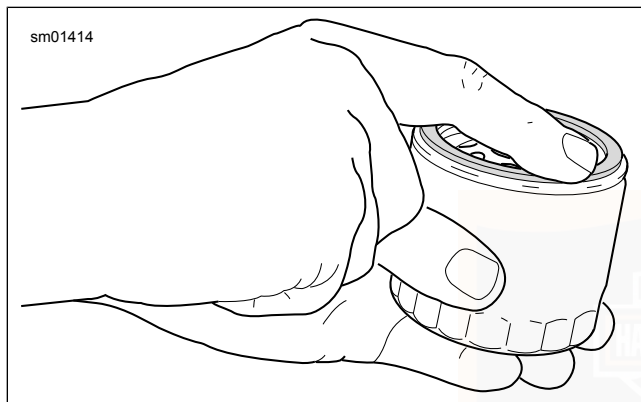

Abbildung 94. Schmieren der neuen Ölfiterdichtung
7. Siehe Abbildung 94 . Den **neuen** Ölfilter einbauen.